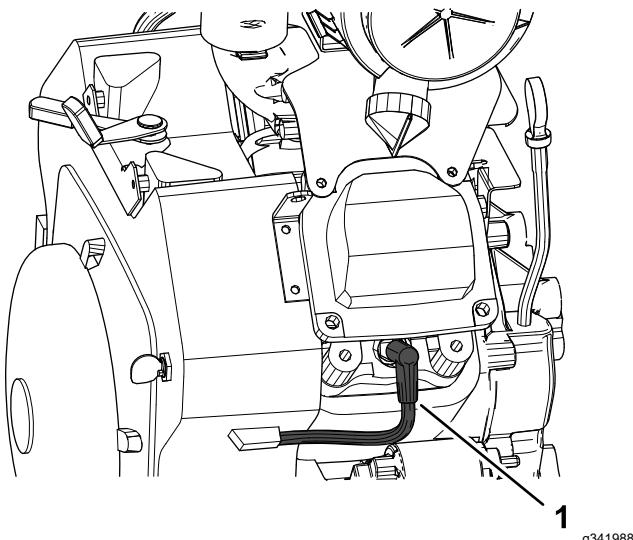

Figura 35
2. Limpe a zona em torno das velas (Figura 35).
3. Desligue os fios das velas da ignição (Figura 35).